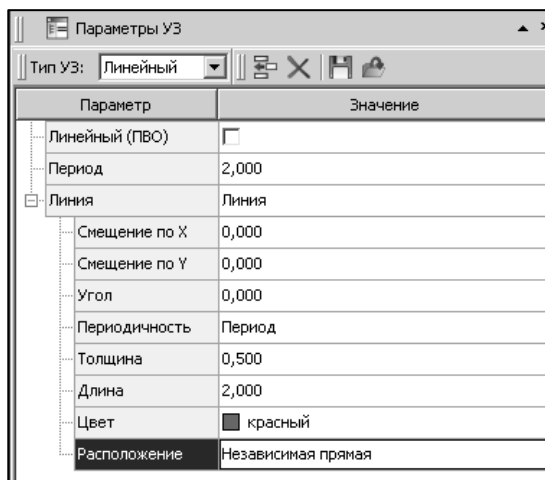

Рис. 1.14
6. В окне **Параметры УЗ** на локальной панели инструментов выберите команду **Вставить строку** . В появившейся строке **Линия** установите значение – **Линия**. Остальные параметры УЗ введите в соответствии с рис. 1.14.